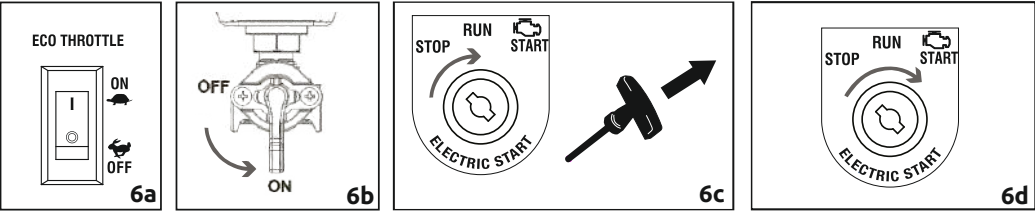

Рисунок 6 – Ручной и электрический запуск
4. Переведите тумблер зажигания в положение RUN (рис.6с)